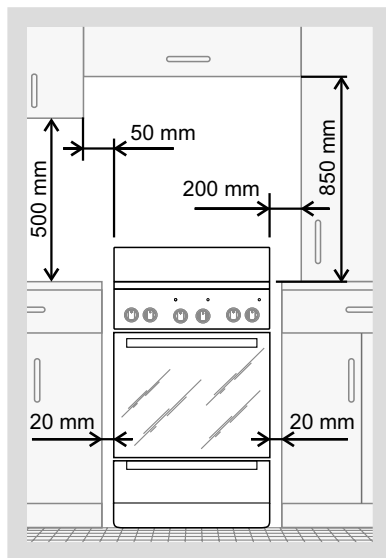

Рис. 11
- **ЗАПРЕЩАЕТСЯ** РАСПАКОВАННУЮ ПЛИТУ ПЕРЕНОСИТЬ ЗА РУЧКУ ДВЕРЦЫ. ПЛИТА УСТАНОВЛИВАЕТСЯ НА ПОЛ. УСТАНОВКА ПЛИТЫ НА ПОДСТАВКУ НЕ ДОПУСКАЕТСЯ. Минимальные расстояния, которые необходимо выдержать при установке плиты, показаны на рис. 11.